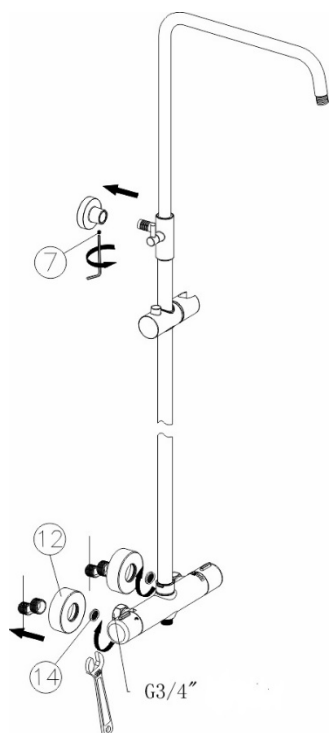

Рисунок 5
12. Установите декоративные чаши (часть 7 и 12) на эксцентрики в стене. Возьмите прокладки (часть 14) и установите собранную душевую систему (рисунок 5).